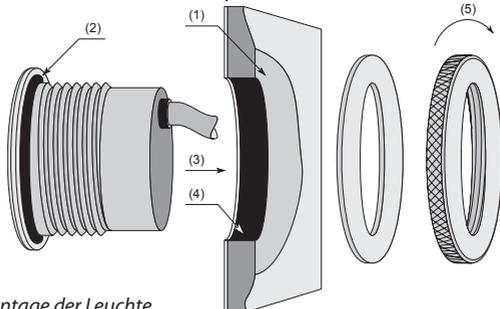

Abb. 1: Montage der Leuchte
Von der Innenseite der Badewanne schneiden Sie mit niedriger Drehzahl eine Öffnung mit dem Durchmesser (a) von 50 mm für die Bedienung N3257K und (b) von 48-50 mm für die Leuchte EL11 aus. Gemäß Abb.1 ebnen Sie die Aufsitzfläche (1) auf der Wannenaußenseite so ein, dass sie senkrecht zu der Achse der zu installierenden Leuchte/Bedienung ist. Die Klebeflächen des Bauteils (Leuchte, Bedienung) und der Wanne sind sorgfältig zu reinigen und zu entfetten. Auf den Körper des Bauteils, auf die Verbindungsstelle (2) tragen Sie eine angemessene Menge von pH-neutralem Ravak Professional Sanitär silikon ein. Schieben Sie das Stück durch die Öffnung (3) und orientieren Sie es entsprechend. Den Bereich (4) zwischen Leuchte und Badewanne dichten Sie ebenfalls mit Silikon ab. Versehen Sie das Stück mit entsprechendem Ring und fixieren Sie es durch Festziehen der Mutter (5). Ziehen Sie die Leuchte mit einem Drehmoment von 8 Nm an. Dann entfernen Sie das überflüssige Silikon, am besten geht das, wenn es leicht angezogen hat. Nach dem Aushärten des Silikons (24 Stunden) füllen Sie die Badewanne auf und prüfen Sie die Leuchte auf Dichtheit.